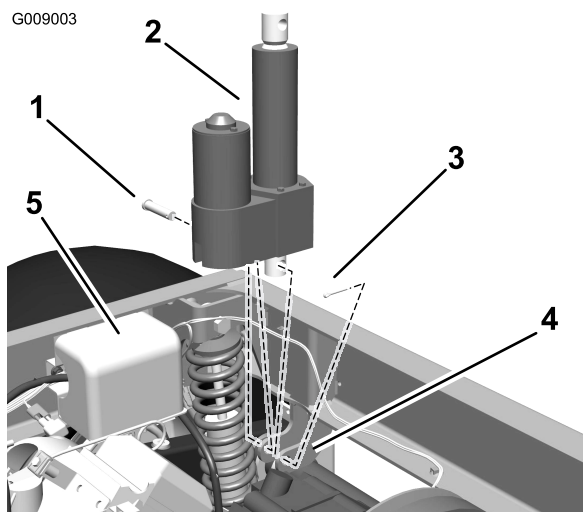

Figura 4
4. Localize o braço de montagem na estrutura do veículo. Monte o actuador de elevação no braço de montagem. Utilize um passador de forquilha (2-1/4 pol.) e um contrapino para prender o cilindro de elevação no braço como se mostra em Figura 4.